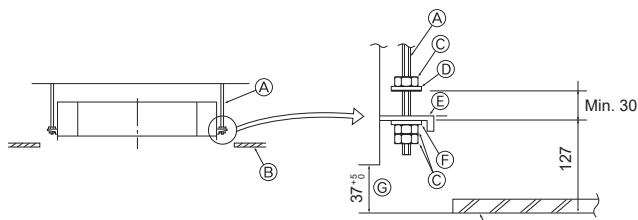

Fig. 3-5
- (1) Structures en bois
- (2) Structures en béton armé
3.5. Méthodes de suspension de l'appareil (Fig. 3-5)